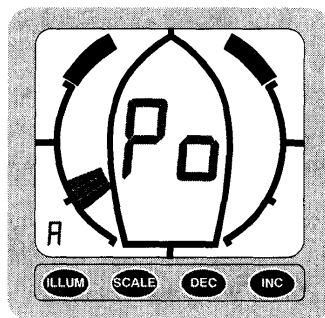

Figure 5 : mode configuration
- b) Naviguez maintenant aussi près du vent que possible, babord amure. Lorsque vous êtes satisfait de votre cap, appuyez sur la touche DEC. L'affichage de PO apparaîtra, confirmant que l'angle de près babord amure est enregistré (fig.5). Si vous le souhaitez, la touche DEC peut à nouveau être utilisée pour modifier l'enregistrement de cet angle. PO reste alors affiché.